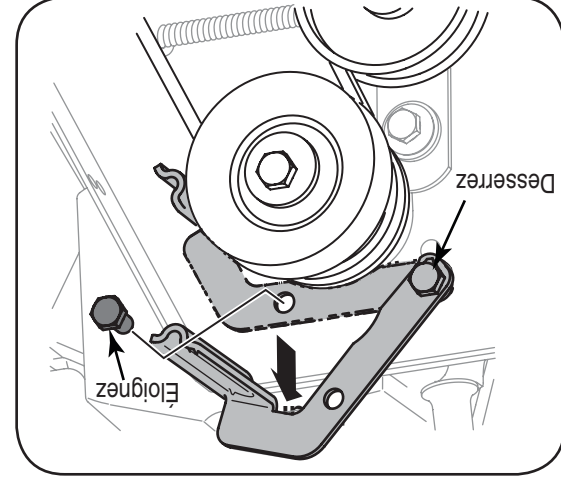

Figure 6-5
- a. Desserrez le boulon, représenté à la Figure 6-5, qui maintient le support du guide de courroie, puis retirez l'autre boulon.
b. Éloignez le guide de courroie et le support de la poulie motrice. Voir la Figure 6-5.